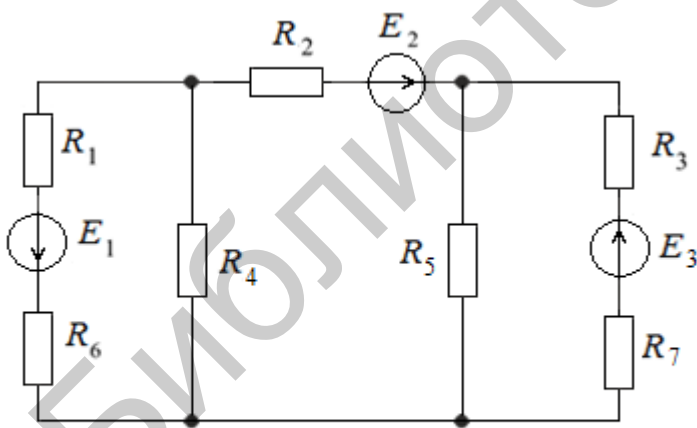

Рис. 94
27. Найти токи в ветвях схемы (рис. 94) методом контурных токов, если $R_1 = R_4 = 5 \text{ Ом}$; $R_3 = R_5 = 2 \text{ Ом}$; $R_2 = R_6 = 10 \text{ Ом}$; $R_7 = 8 \text{ Ом}$; $E_1 = E_2 = 10 \text{ В}$; $E_3 = 8 \text{ Ом}$.